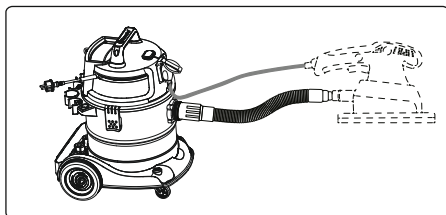
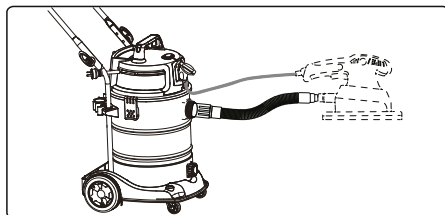

Рис. 10
Рис. 11
2. Режим отбора мощности (рис. 10 для VE 162E) (рис. 11 для VE 163E)